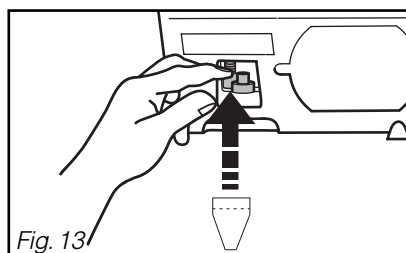

Fig. 13
– Déboîtez le tuyau existant et poussez-le vers l'intérieur de l'appareil (Fig. 13)